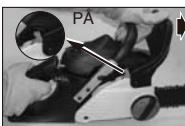

Fig. 6B
2. KEDJEBROMSEN är FRÅNKOPPLAD (kedjan stoppad) när bromsspaken är i det främre läget och kedjebromsens spärr är i läget PÅ. Det ska inte gå att flytta kedjan. (Fig. 6B)